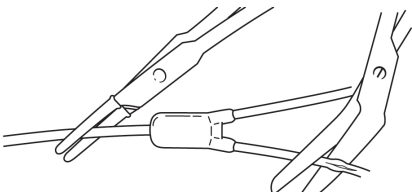

Fig. 11
2. Tagliare la porzione danneggiata del tubo di estensione lasciandone a sufficienza per la riparazione. (Fig. 11)